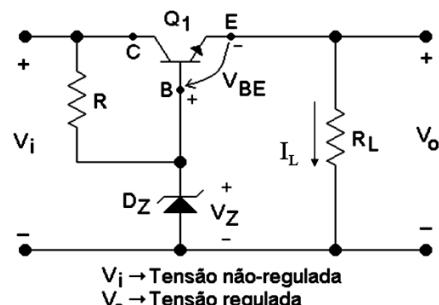

Figura 7 – TJB empregado em um regulador de tensão tipo série.
**Questão 6** – Um regulador de tensão utilizando um TJB, configuração tipo série, é mostrado na Figura 7, onde a tensão de referência é dada pelo diodo zener, 1N964, com  $V_Z = 13 \text{ V}$  e potência nominal  $P_{Z \max} = 400 \text{ mW}$ .
**Questão 7** – Ainda para o circuito da Figura 7, o que ocorre se a tensão de saída diminuir? Descreva todo o processo e as variáveis envolvidas.